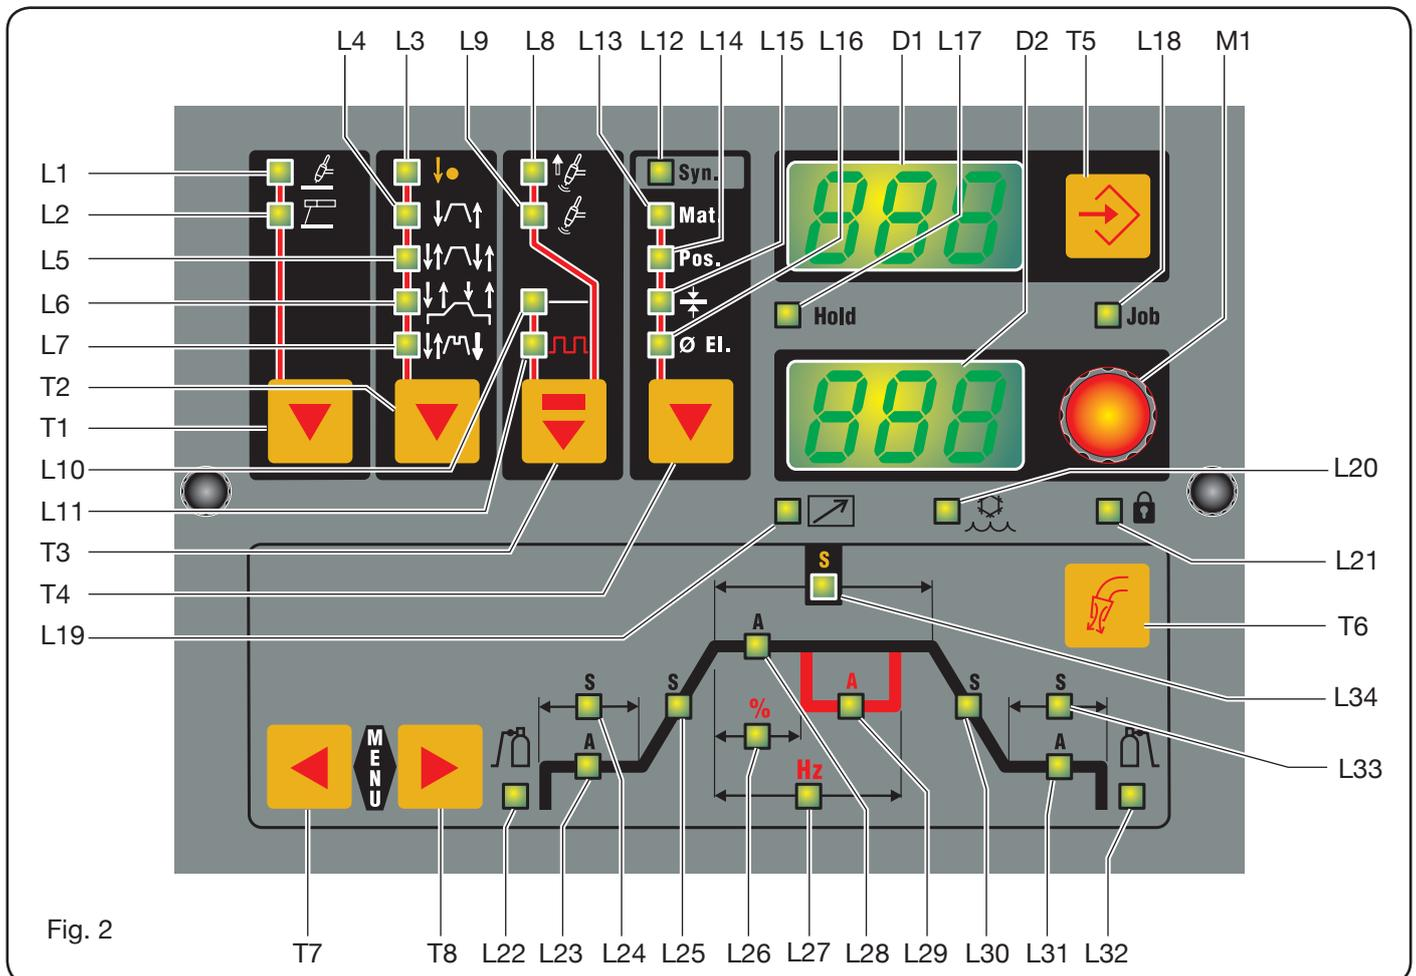

Fig. 2
3.3 BESCHREIBUNG DER STEUERTAFEL (Abb. 2)